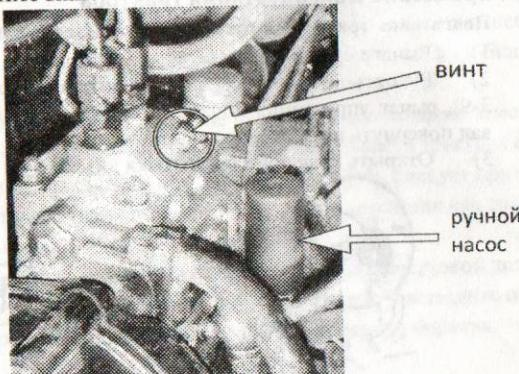

Рис. 3-12. Топливный насос высокого давления ТНВД
- 4) Выкрутите винт ТНВД (рис. 3-12). Винт должен быть выкручен неполностью. Выпустите воздух, используя ручной насос ТНВД. Топливо из-под винта должно струиться без пузырей. Закрутите винт.